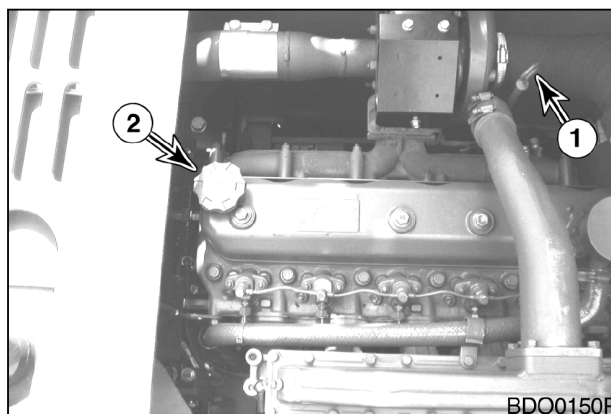

Рис. 11
2. Удалить щуп (1, рис.11) и вытереть масло чистой тряпкой.
5. Добавить масло через маслозаливную горловину двигателя (2, рис.11), если уровень масла ниже отметки **LOW** (Минимум).